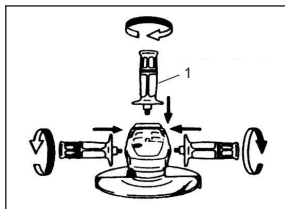

Рис. 6
- Перед началом работы убедитесь, что вспомогательная рукоятка надежно установлена. Надежно прикрутите боковую рукоятку в положении инструмента, как показано на рис.6.